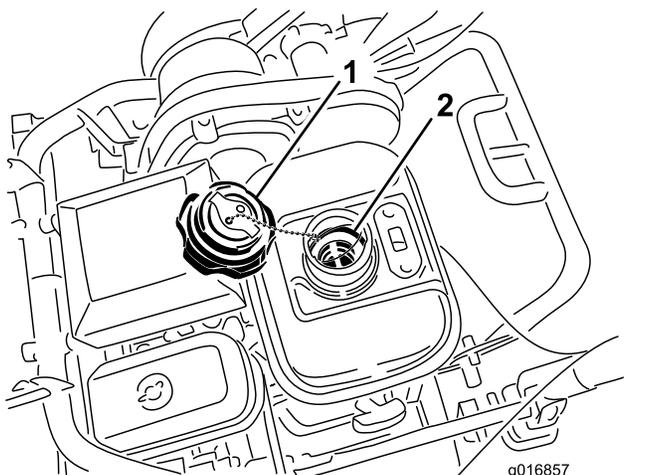

Рисунок 40
1. Выверните и снимите крышку топливного бака (Рисунок 40).